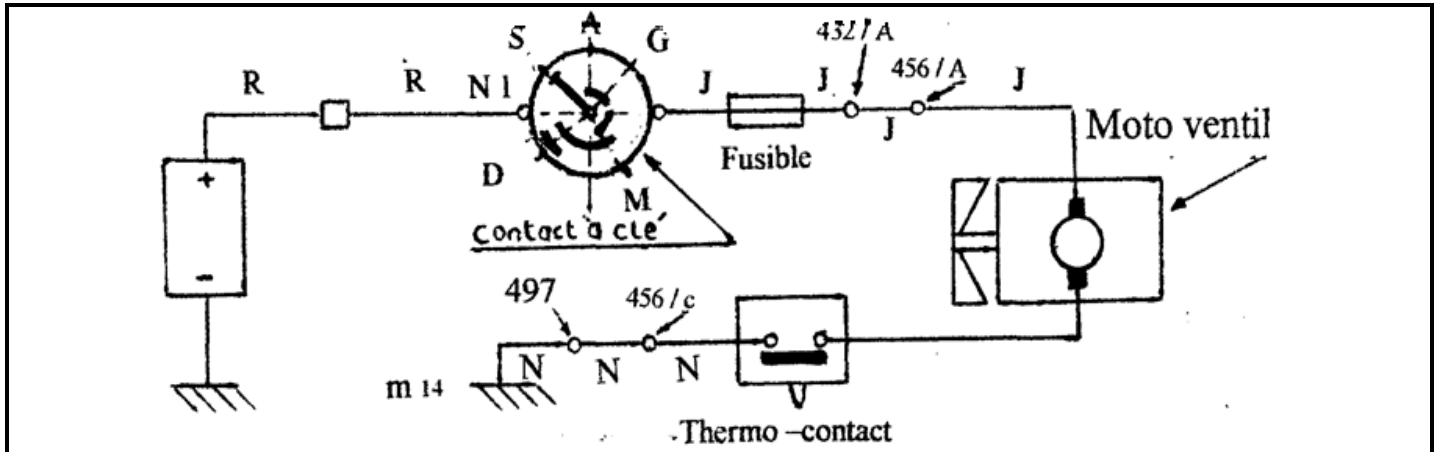

Figure 7 : Circuit électrique du motoventilateur
Votre cliente **Mme AGNOUNG Justine** se plaint de son moto ventilateur qui ne tourne pas sur son véhicule de marques **PEUGEOT 307**. La **figure 7** ci-dessous représente le circuit électrique du motoventilateur.
II.4.1 Identifier combien de fils électriques de couleur rouge (R) a-t-on utilisé pour la réalisation du circuit électrique du motoventilateur de la **figure 7** ci-dessus. **(0.5pt)**
II.4.2 Indiquer à quelle position de la clé de contact, le système de la **figure 7** ci-dessus peut-il être enclenché aux étapes suivantes. (0.75ptx2=1.5pt)
II.4.3 Vous voulez mesurer la continuité d'un des fils électriques du motoventilateur de la **figure 7** ci-dessus qui présente des défaillances à l'aide d'un multimètre numérique.
II.4.4 Donner deux (02) avantages du système de la **figure 7** ci-dessus par rapport au système classique. (0.5ptx2=1pt)